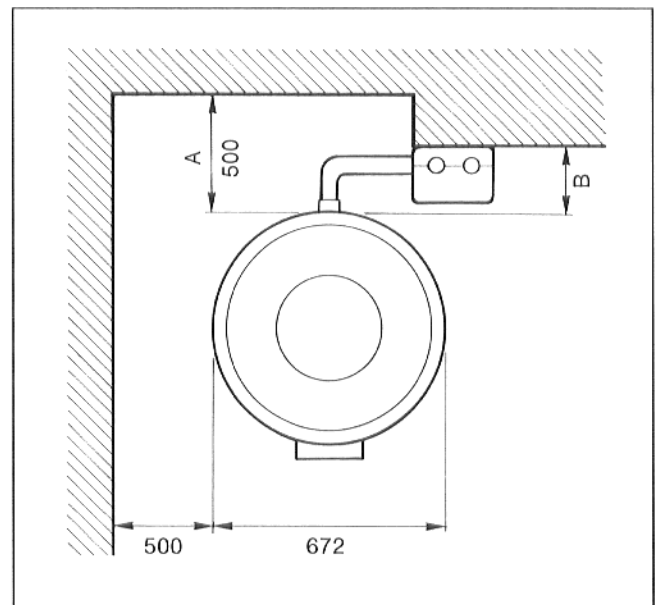

Abb. 1
Das Maß „B“ wird bei Typ KS 0105 WS mit 175 mm durch die Rohrgruppe vorgegeben (Abb. 1).
Bei Typ KS 0105 WW ist das Wandbefestigungsmaß „B“ beliebig, die bauseitig zu erstellende Rohrgruppe muß angepaßt werden (Abb. 1).
Das Maß „A“ sollte für Montage und Wartung 500 mm nicht unterschreiten (Abb. 1).
- T-Stück mit Überwurfmutter und Dichtung an Anschlußstück handfest anschrauben (Abb. 1).